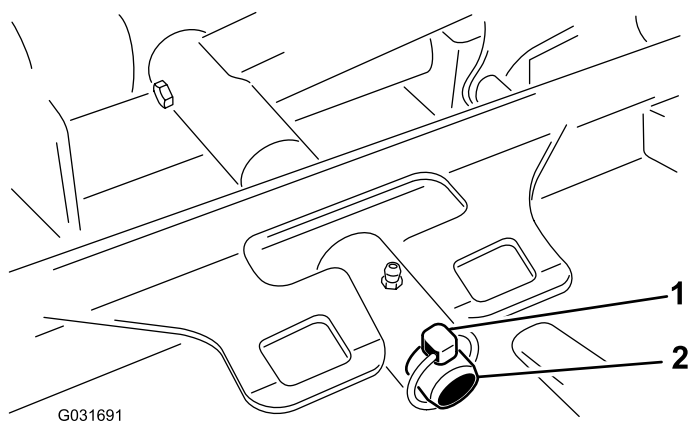

図 62
3. デッキのキャリアフレームを昇降アームのピボットピンに固定しているリンチピンを外す図 62。
3. デッキのキャリアフレームを昇降アームのピボットピンに入れ、リンチピンで固定する 図 62。